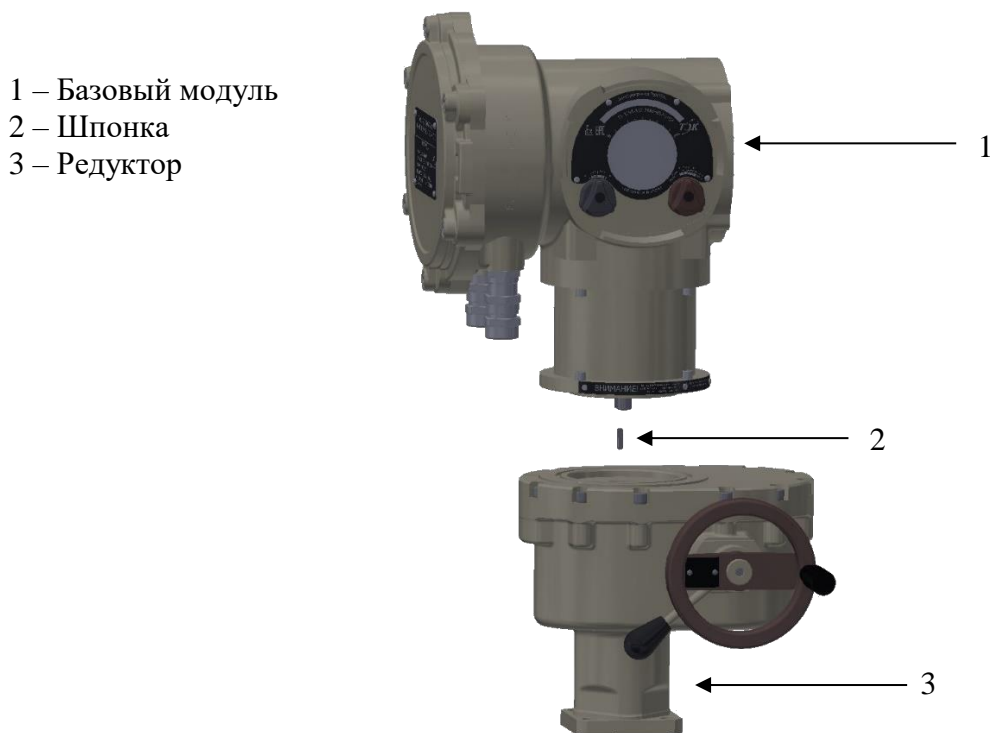

Рисунок 40 – Порядок замены редуктора
- с помощью шпонки (поз.2) Рис.40;
1) В случае стыковки с помощью шпонки (рис. 40):